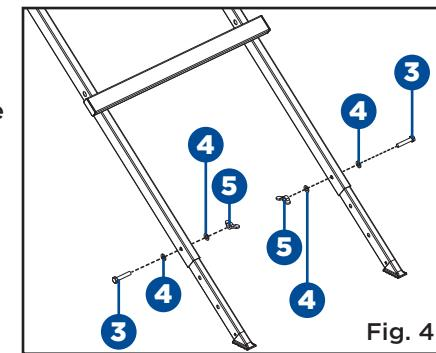

Fig. 4
- Alignez les trous sur l'assemblage du socle inférieur et sur l'assemblage du socle intérieur, insérez le boulon hexagonal M8 x 40 mm (3) dans, la grosse rondelle plate 8 (4), le trou, la grosse rondelle plate 8 (4) et écrou à oreilles (5), et serrez écrou à oreilles (5). (Fig. 4)